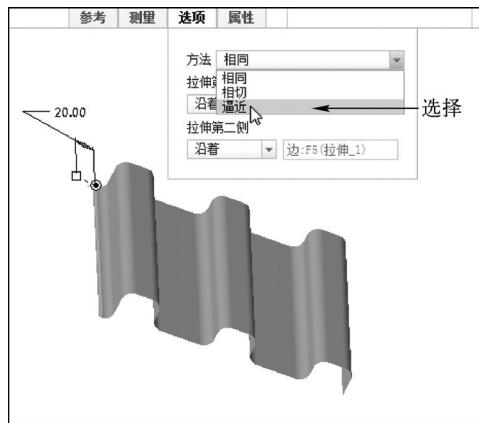

图 10-42 选择“逼近”选项
STEP 03 在功能区选项板的“模型”选项卡中，单击“编辑”面板中的“延伸”按钮，打开“延伸”选项卡，在“延伸的距离”文本框中输入“20.00”，按〈Enter〉键确认，单击“选项”按钮，弹出“选项”下滑面板，单击“方法”下拉列表框的按钮，在弹出的列表中选择“逼近”选项，如图 10-42 所示。